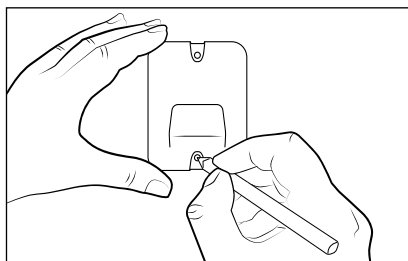

Fig. 3
- 2) Utilisez le support mural **10** pour marquer les deux trous à percer sur le mur (voir fig. 3).